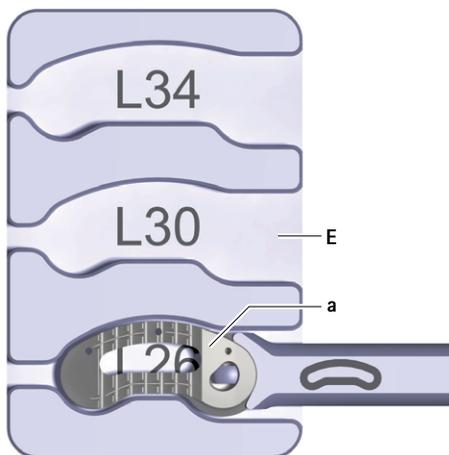

Rys. 8 Implant w pozycji 0°
- ▶ Implant próbny D przytrzymać w pozycji 0° w instrumentie do wprowadzania A, patrz Rys. 8.
- ▶ Przytrzymać implant w pozycji 0°, patrz Rys. 8.